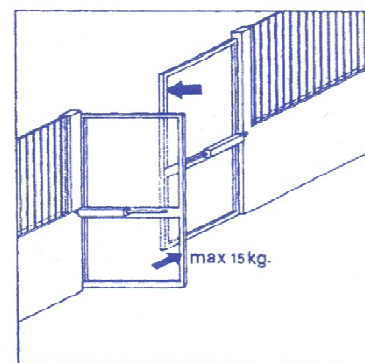

Fig. 9
- Une fois la certitude acquise que tout est correctement installé, assurez-vous que la force de poussée à l'extrémité du vantail ne dépasse pas les limites que la législation en vigueur impose (fig.9).